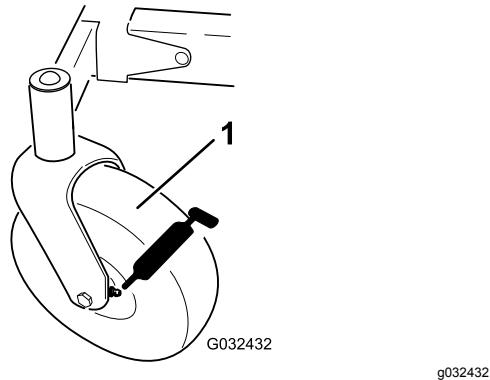

Рисунок 35
3. Очистите масленки (Рисунок 35) ветошью.
4. Присоедините к каждой масленке смазочный шприц (Рисунок 35).